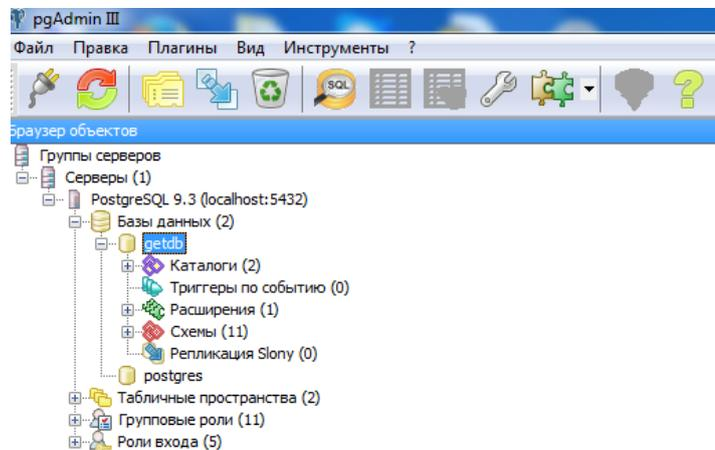

Рисунок 18
- левой клавишей мыши открыть вкладку «getdb» (рисунок 18);